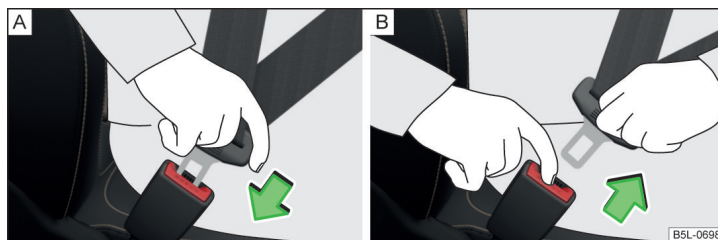

Fig. 6 Allacciamento / sganciamento della cintura di sicurezza
- Infilare la linguetta nella fibbia del sedile » fig. 6 -  finché non si aggancia in maniera udibile.
- Afferrare la linguetta e premere il tasto rosso sulla fibbia della cintura » fig. 6 - , la linguetta sarà espulsa.